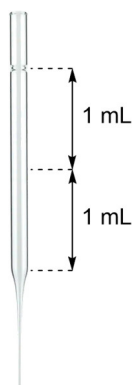

图2 带体积刻度的滴管示意图
10. 将烧瓶仍放在冰水浴中，用滴管从标有“NaHSO3(aq)”的样品瓶中吸取NaHSO3水溶液(40%)，缓慢加入到烧瓶的反应液中，一共需要加入约5 mL；1/2滴管的溶液相当于1 mL(如图2所示)。继续搅拌反应液，稍后会产生白色沉淀(产物**A**)。